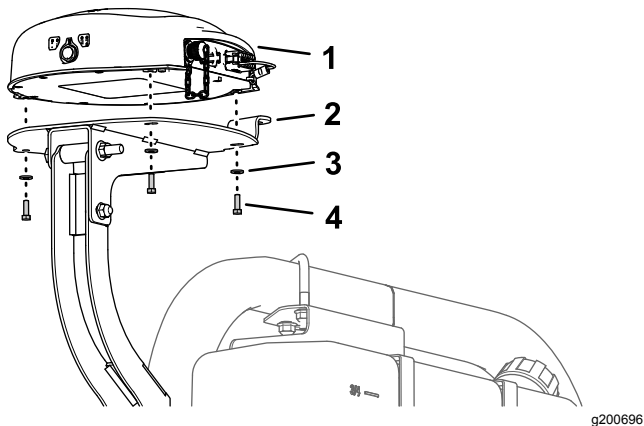

Рисунок 158
- Совместите три резьбовых отверстия в основании навигационного приемника с тремя отверстиями в креплении приемника (Рисунок 158).
- Установите приемник на крепление (Рисунок 158) при помощи трех болтов с шестигранными головками (5 x 16 мм) и трех шайб (5 мм).